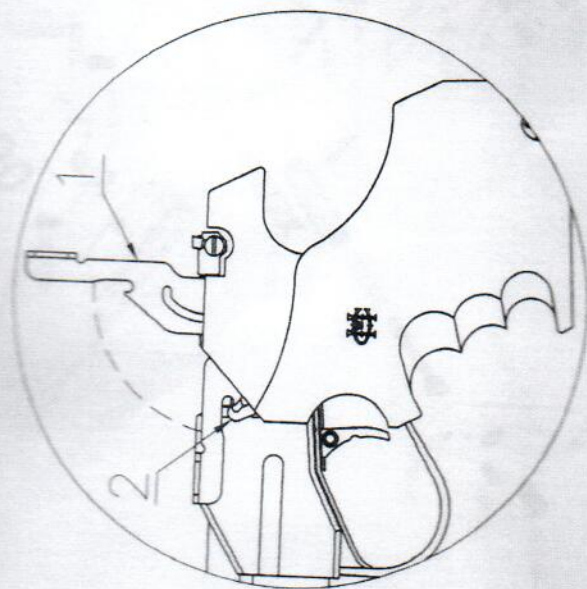

FIG. 3
3. Réglage de la détente (Fig. 3)